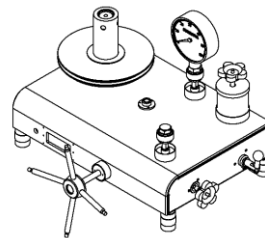

图 11
- ① 反行程测量时，保持卸压阀、截止阀关闭状态，小心取下部分砝码（如图 11）；